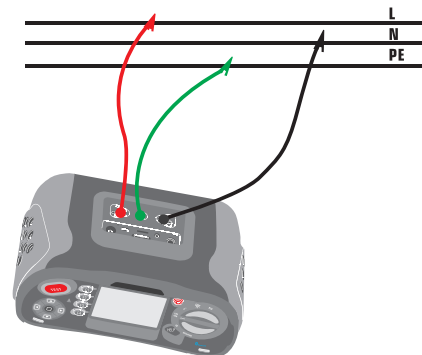

Figure 12 Impulsions de test d'impédance de ligne N
- 3-Connectez les cordons comme indiqué dans la Figure 12